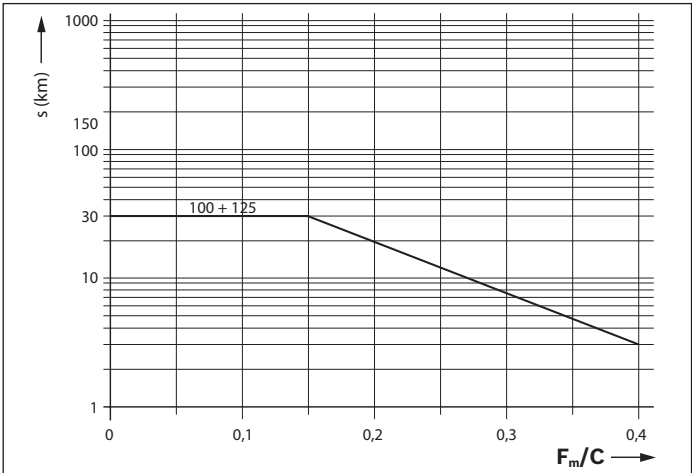

Figure 8
- ▶ Lorsque l'intervalle de relubrification présenté sur la figure 8 est atteint, injecter la quantité de relubrification indiquée dans le tableau 10.
- ▶ Lorsque l'intervalle de relubrification présenté sur la figure 8 est atteint, injecter la quantité de relubrification indiquée dans le tableau 10 dans chaque raccordement de lubrification.